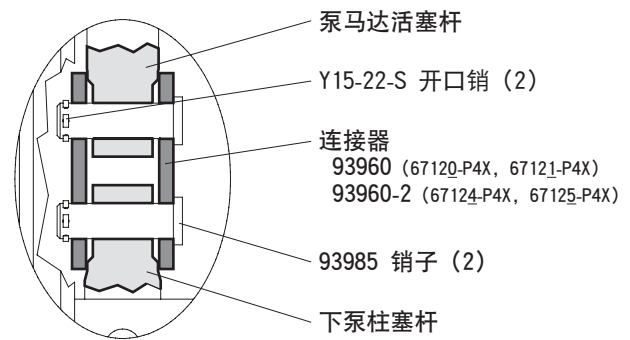

图 2
- 拆下两个 (Y15-22-S) 开口销, 并拆下两个 (93985) 销子 (参看图2)。